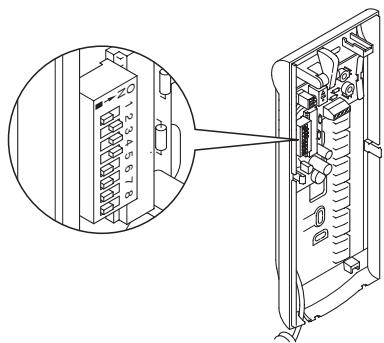

Fig. 9
(vedi fig. 9 e 10) secondo la corrispondenza descritta nella tabella di programmazione allegata (vedi pag. 6).
GB Each door phone or bracket in the system is identified by means of its own code. This code must be set by means of the dip switch present on the door phone card or on the bracket (see figs. 9 and 10) according to the correspondence described in the enclosed programming table (see page 6).
- F** Chaque combiné ou bride du système est identifié grâce à son propre code; celui-ci doit être programmé au moyen du dip switch situé sur la carte parlophonique ou sur la bride (voir fig. 9 et 10) selon la correspondance décrite dans le tableau de programmation en annexe (voir page 6).
- D** Jedes Haustelefon oder jeder Bügel des Systems wird durch einen eigenen Code gekennzeichnet. Dieser Code muss über dem Dip-Switch auf der Karte des Haustelefons oder auf dem Bügel (s. Abb. 9 und 10) in Übereinstimmung mit der Beschreibung in der beigelegten Tabelle der Programmierung (siehe Seite 6) eingegeben werden. Die Codierung kann in jedem Augenblick erfolgen, auch ohne Stromversorgung.